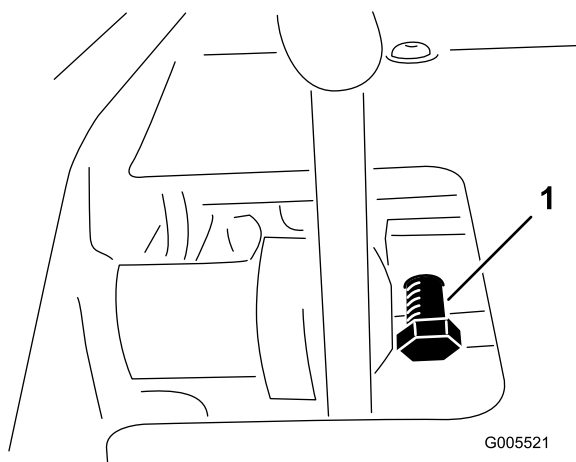

図 56
1. ペダルロックのキャップスクリューのジャムナット（図 56）をゆるめる。